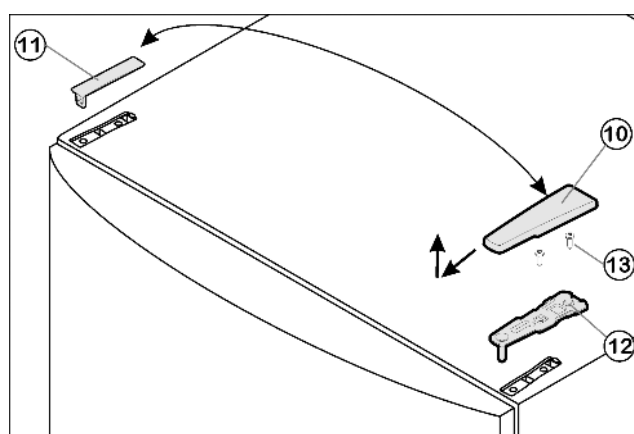

Fig. 4
- Потяните крышку Fig. 4 (10) вперед и вверх.
- Снимите крышку Fig. 4 (11).
- Открутите верхний опорный кронштейн Fig. 4 (12) (2 шт. Torx® 25) Fig. 4 (13) и вытяните вверх.
- ▶ Установите верхний опорный кронштейн Fig. 4 (12) на новой стороне шарнира и защелкните в дверце.
- ▶ Прикрутите верхний опорный кронштейн Fig. 4 (12) (с моментом 4 Нм) (2 шт. Torx® 25) Fig. 4 (13). При необходимости проделайте отверстия или используйте аккумуляторную отвертку.
- ▶ Защелкните крышку Fig. 4 (10) и крышку Fig. 4 (11) на противоположной стороне.